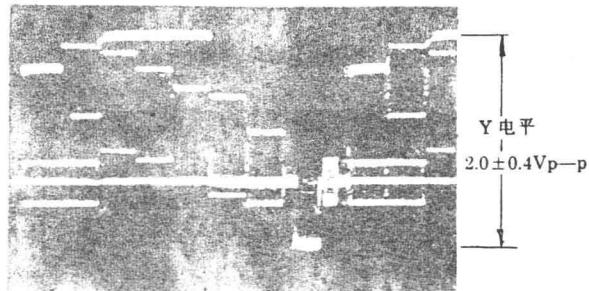

图 9 AGC 特性
(3) AGC(自动增益控制)特性的确认:LINE IN 输入 PAL 彩条信号, 示波器接 LINE OUT, 输入波形电平为 $0.5V_{p-p}$, 输出 Y 电平为 $2.0 \pm 0.4V_{p-p}$ 。增大输入信号至 $2.0V_{p-p}$, 输出应保持不变, 见图 9 所示。